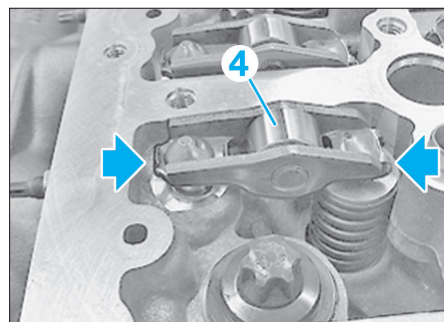

Fig. 89
- Contrôler impérativement la position de montage des basculeurs à galet (Fig.89).